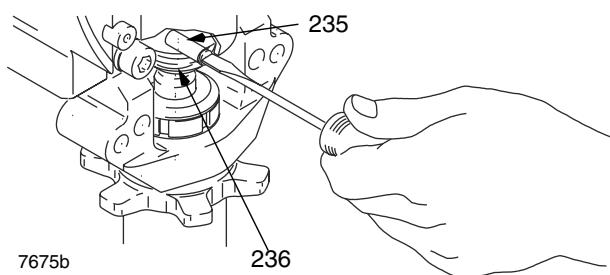

Рис. 1
3. Отвинтите от насоса трубку всасывания (34), придерживайте ключом впускной клапан (A) насоса, с целью недопущения ослабления крепления насоса.
4. Отсоедините выходной шланг насоса (100) от выходного патрубка поршневого насоса (60).
5. Рис. 1. При помощи отвертки, сдвиньте вверх стопорную шайбу (236) в верхней части насоса. Вытолкните щипцами (235).